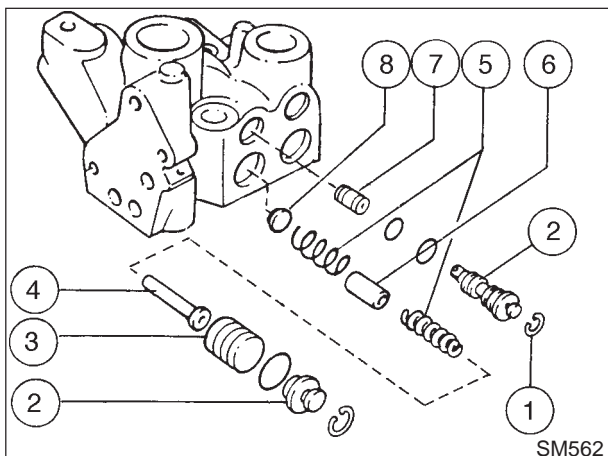

Fig. 2-66
- Introdurre il piattello otturatore (8, fig. 2-66) e la molla esterna (5) tenendoli uniti con vaselina.
- Adottare lo stesso procedimento del punto b per il montaggio della molla interna, delle guide (4) e dell'otturatore (6).